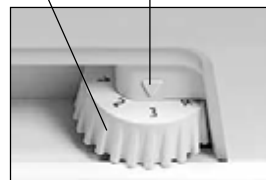

Figura 3 – Reglarea temperaturii
**1.4** Elementul de reglare a temperaturii din frigider, în conformitate cu Figura 3 este butonul de reglare a temperaturii (numit în continuare – buton), care se află sub masca frigiderului. Butonul se rotește în sensul acelor de ceasornic sau în sensul contrar al acestora și are diviziuni numerice. Diviziunea "1" corespunde celei mai joase setări de temperatură (răcire minimă) în camera frigorifică, diviziunea "7" – celei mai înalte setări de temperatură (răcire maximă). Pentru a regla temperatura, fixați diviziunea butonului sub indicator.
Deschideți ușa frigiderului. La prima conectare este recomandat să fixați sub indicator diviziunea "3" sau "4" a butonului în conformitate cu Figura 3. Închideți ușa.